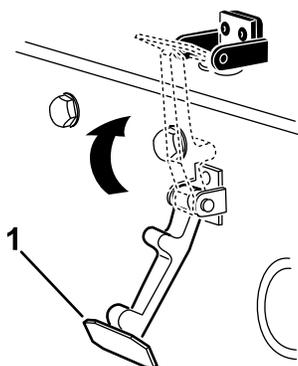

Figura 34
6. Enganche a trava ao suporte do fecho do capô (Figura 34).